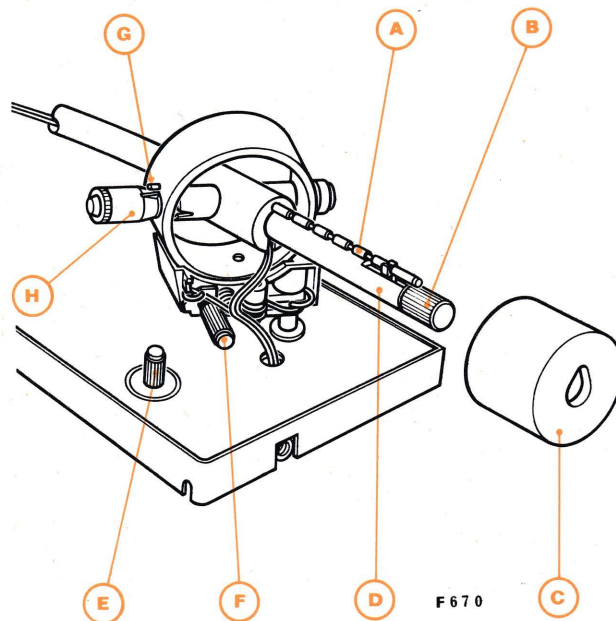

Fig. 4
A – EQUILIBRAGE DU BRAS (Fig. 4)
B – REGLAGE COMBINE « FORCE D'APPUI-ANTISKATING » (Fig. 4)
3° - Si tel n'est pas le cas, agir sur la molette (F) (Fig. 4) :